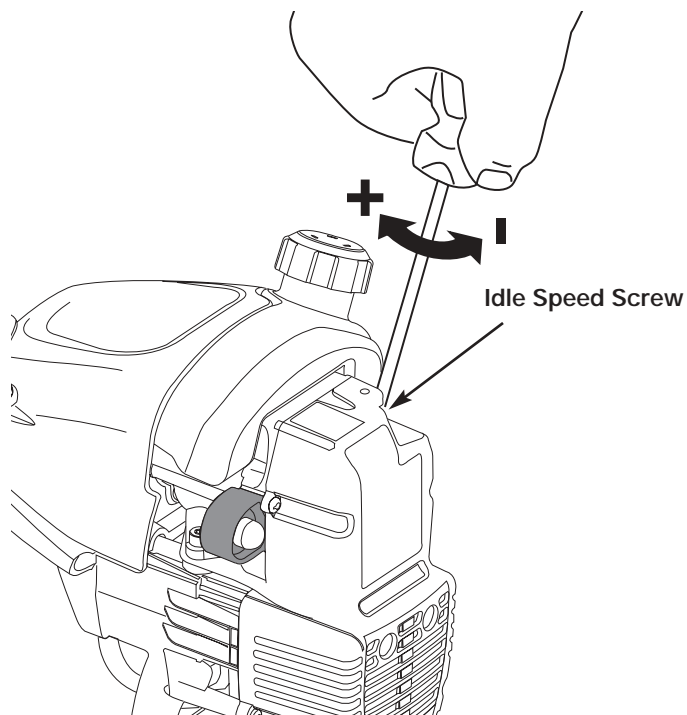

Fig. 33
Vous pouvez régler le ralenti du moteur à travers le couvercle du filtre à air/silencieux (Fig. 33).
2. Relâchez le levier d'accélérateur et laissez le moteur au ralenti. Si le moteur s'arrête, insérez un petit tournevis à embout cruciforme ou à tête plate dans le trou du couvercle du filtre à air/silencieux (Fig. 33). **Vissez** la vis de 1/8 de tour à la fois (selon le besoin), jusqu'à ce que le moteur tourne au ralenti.